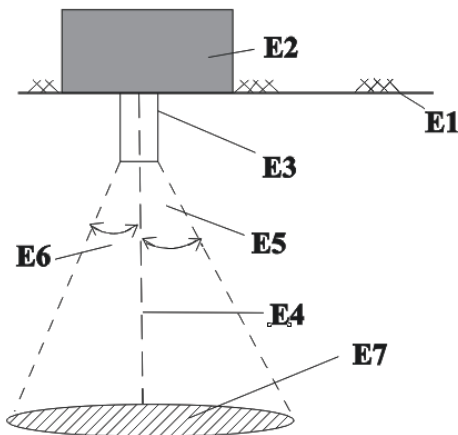

Bild 7: Erfassungskegel bei Lichtleitstab mit gerader Lichteintrittsfläche
- B2 Lichtleitstab (siehe *Montagehinweise* auf Seite 2, Bild 7+8)
- C1 Lichtleitstab (siehe *Montagehinweise* auf Seite 2, Bild 7+8)
- D5 Lichtleitstab (siehe *Montagehinweise* auf Seite 2, Bild 7+8)
- E1 Lichtleitstab (siehe *Montagehinweise* auf Seite 2, Bild 7+8)
- Bei Verwendung des weiß lackierten Lichtleitstabes mit gerader Lichteintrittsfläche (Standard-Lichtleitstab) ergibt sich der in Bild 7 gezeigte Erfassungskegel.